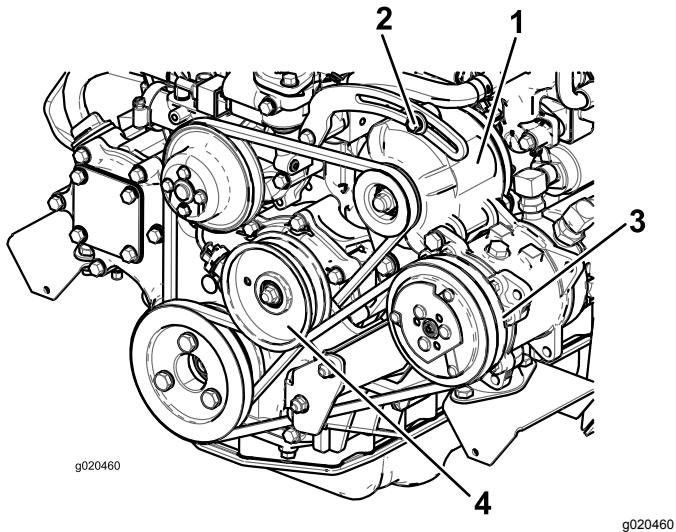

Figura 113
Se la flessione non è di 10 mm, allentate i bulloni di fissaggio dell'alternatore (Figura 113).
2. Se la flessione non è di 10 mm, allentate il bullone di fissaggio della puleggia tendicinghia (Figura 113). Aumentate o riducete la tensione della cinghia del compressore e serrate il bullone. Controllate di nuovo l'inflessione della cinghia per accettare che sia esatta.
Controllate lo stato e la tensione della cinghia (Figura 113) ogni 100 ore di servizio.